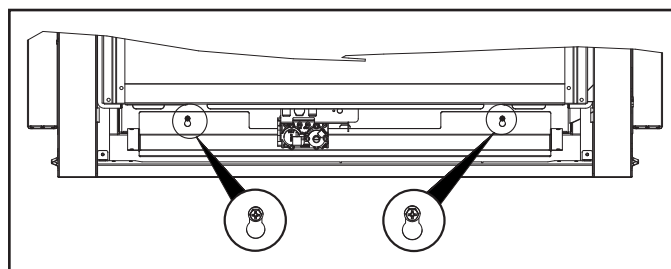

Figure 4.7 Bac d'égouttement
- Notez l'orientation du bac d'égouttage sur les vis à épaulement avant de le retirer. Fixez tel qu'illustré à la figure 4.7.